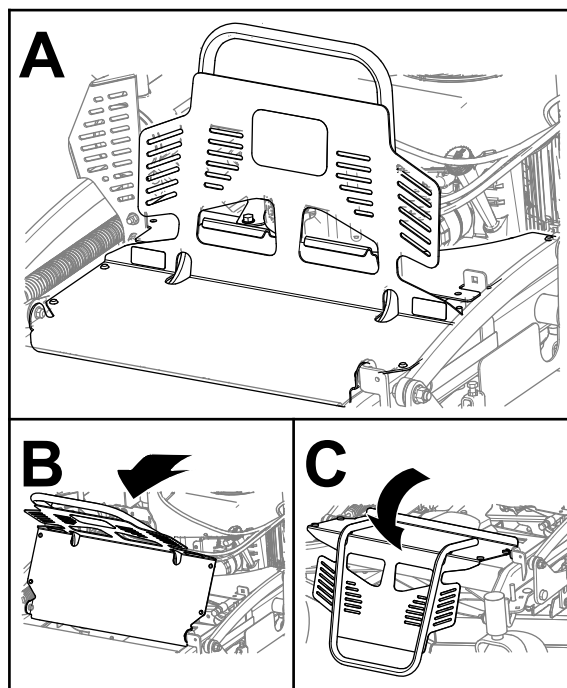

Bild 34
2. Drehen Sie den Motorschutz nach vorne, wie in Bild 34 dargestellt.